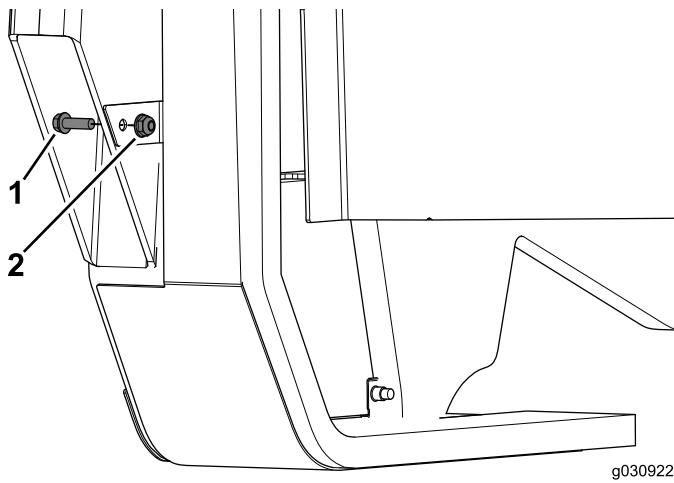

Bild 30
3. Schließen Sie das Befestigen der Platte mit der Schraube (1/4" x 3/4") und der Bundmutter (1/4") ab (Bild 30).